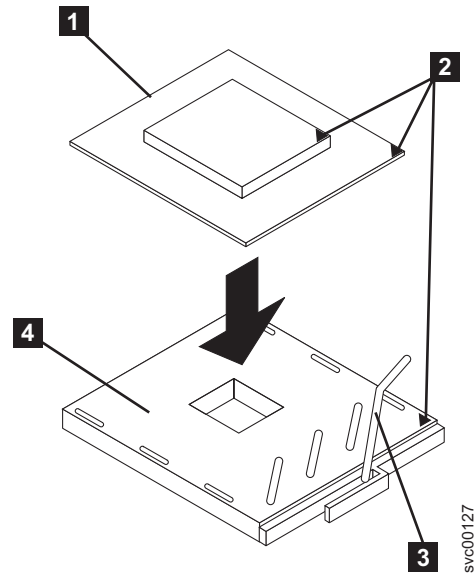

図 186. 開放位置にあるマイクロプロセッサ・ロック・レバー
3. ロック・レバー **3** を回して閉鎖位置から開放位置にします。図 186 を参照してください。